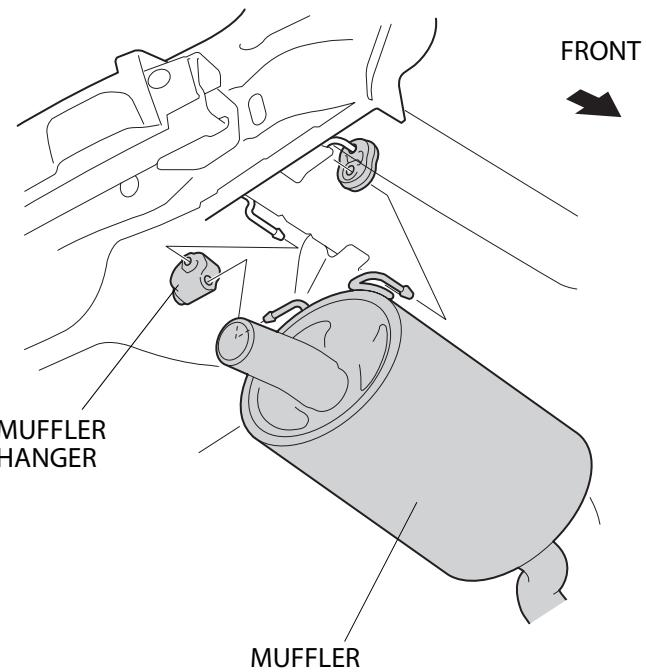

Fig.2
- Вынуть выхлопную трубу из крайних резиновых колец для подвески. См. рисунок 2.